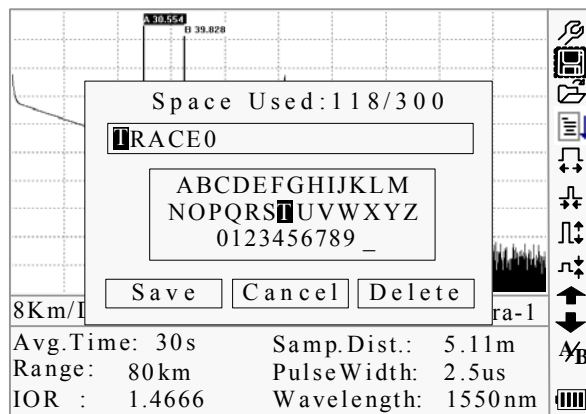

Figura 4-5. Save Trace
- Sotto GUI della Figura 4-4., usare [▲] e [▼] per evidenziare , e poi [Enter/invio] per entrare, come mostrato nella Figura 4-5.